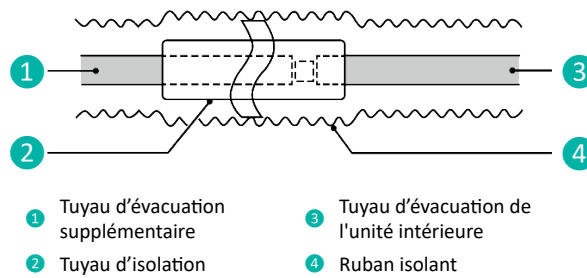

Fig.4.3.1
- 6 Installez le tuyau d'évacuation conformément à la figure 4.3.1 et installez l'isolant sur le tuyau d'évacuation. Une mauvaise installation peut entraîner des fuites d'eau et humidifier les meubles et autres objets de la pièce.